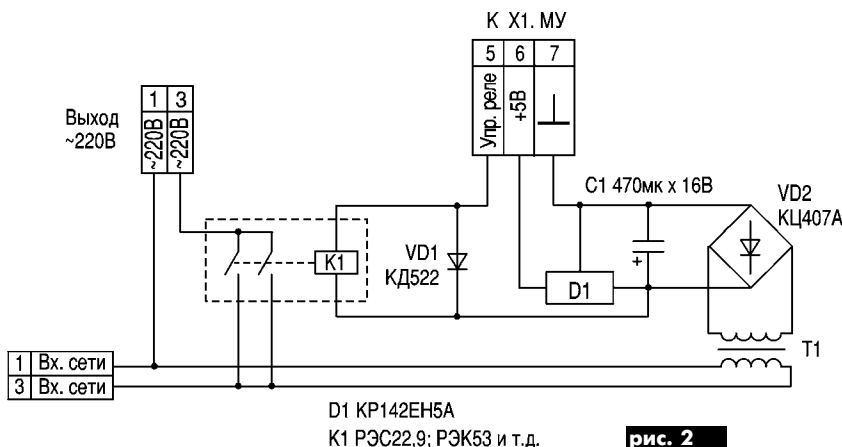

рис. 2
Ни во всех инструкциях на МДУ МУ-56 (55) имеется схема модуля дежурного режима (МДР), а также схема его подключения к телевизору. На **рис.2** показаны схема МДР и способ подключения его к телевизору «Электрон 433/436». Вход сети 220 В под-
ключают на место отключенного X17 платы А12 (МДР), а выход 220 В - к X17 (А12) ПФП от телевизора 3-го поколения согласно рис.2.